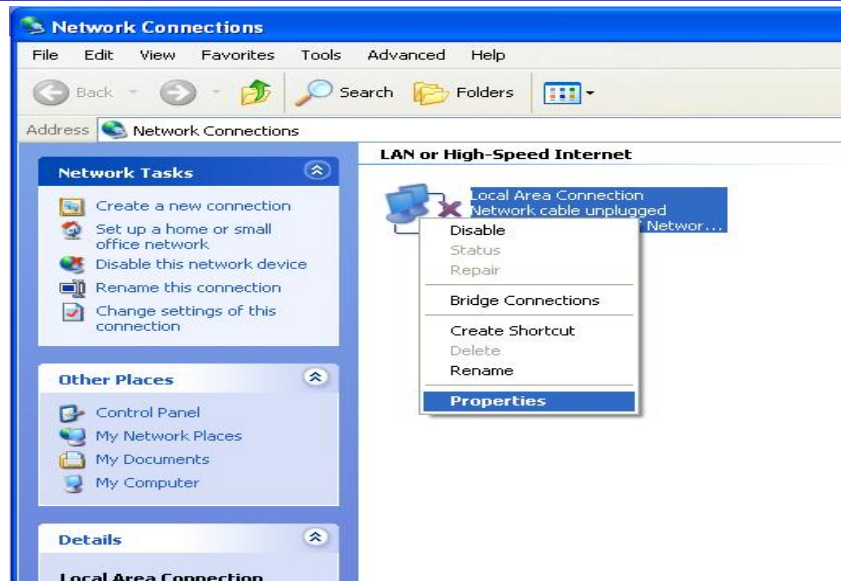
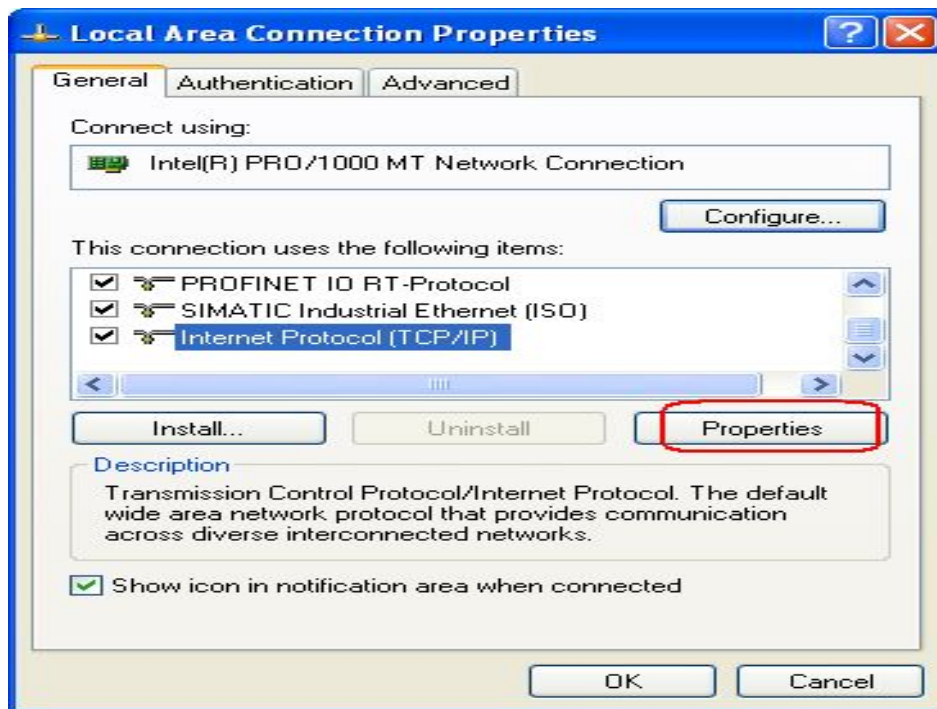
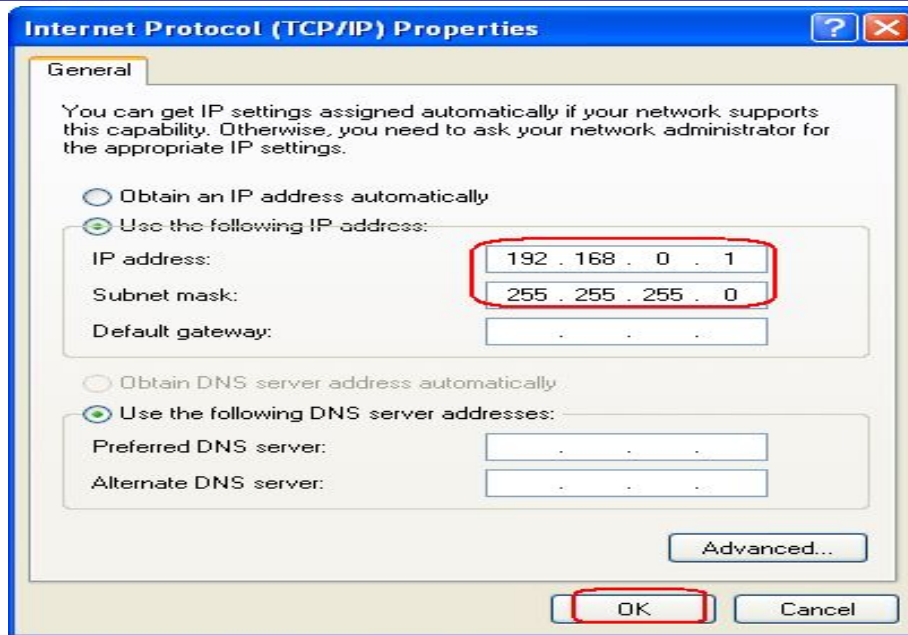

图 6: 本地连接
图 7: 网卡属性选择
图 8： 分配普通网卡参数
点击 Network Properties 后，WINDOWS 网络配置窗口即打开，选择本地连接属性菜单设置网卡参数，如 IP 地址，子网掩码等。步骤如图 6，图 7，图 8。确认各步设置后，网卡配置完成。
- 2) 正确完成 PC 站的硬件组态后，打开配置控制台（start→simatic→simatic net→Configuration console），可以看到所用以太网卡的模式已从 PG mode 切换到 Configuration mode, 插槽号（Index）也自动指向 3。如图 8。
点击 IE General 属性对话框中 Properties 按钮打开以太网接口参数设置对话框，按要求设置以太网卡的 IP 地址和相应的子网掩码。IP 地址应与实际硬件所设以太网卡 IP 地址一致。（与图 7 中 IP 地址相同）并用 New 按钮建立一个 ethernet 网络。确认所有组态参数，完成网卡设置。